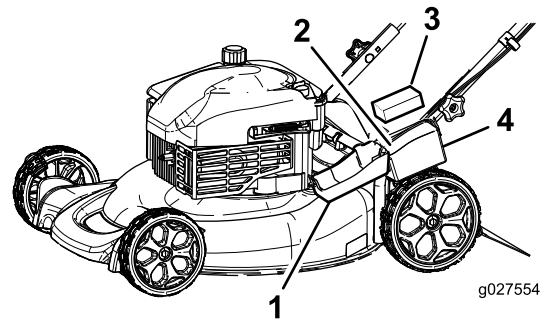

Figure 27
1. Déclipez le couvercle de la batterie et déposez-le (Figure 27).